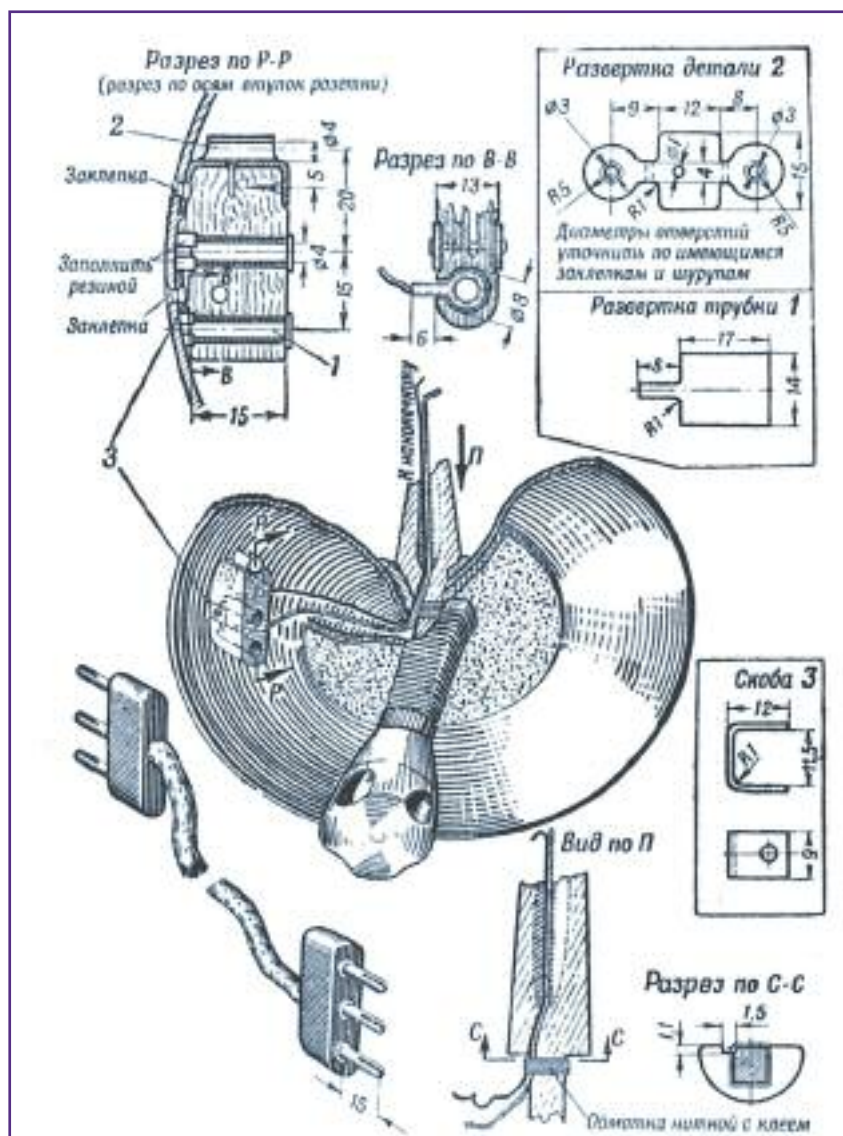

Рис. 31. Электропроводка в сильной части клинка и в гарде.
Для проводки проводов через гарду в верхней грани клинка около гарды, а также в соответствующем углу отверстия гарды и прокладки протачивается паз таких же размеров, как около наконечника (рис. 31, вид по П). К стержню клинка провода приматываются пятью-шестью витками тонкой нитки так, чтобы не мешать посадке прокладки и гарды (см. рис. 31, вид по П). Этой же ниткой обматываются сами провода для увеличения изоляции в месте их изгиба под гардой и рукояткой. Для изоляции проводов, идущих от клинка к розетке на гарде, их следует продеть в трубочку из изоляционного материала, пропустив ее через отверстие в гарде и прокладке.
штепсельная розетка на гарде (рис. 31). Корпус розетки вырезается из пластмассы или пропитанной лаком фанеры толщиной 12 мм. В штепсельные отверстия вставляются трубки (1), сделанные из листа латуни или жести от консервной банки. Можно использовать трубки от
Розетка укрепляется на гарде специальной деталью (2), приклепанной к гарде впотай и соединяющейся с розеткой шурупами или гвоздями (см. рис. 31, вид по Р-Р). Эта деталь является и гнездом для штепселя от дополнительной (блокирующей) цепи. Она изготавливается из листа латуни или луженого железа толщиной 0,8-1 мм (см. рис. 31).